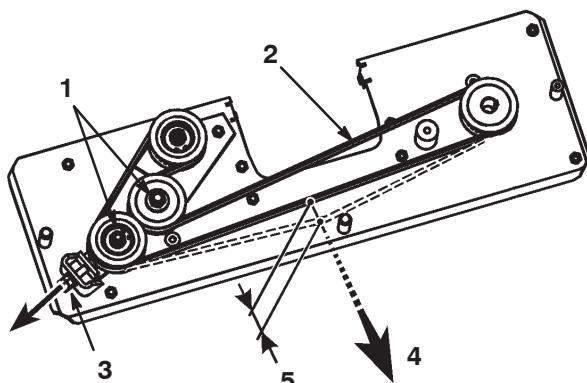

Bild 40
4. Lösen Sie die zwei Sechskantmuttern auf der Antriebsscheibe (Bild 40).
5. Stellen Sie die M10-Mutter so ein, dass sich der Riemen 5 mm mit einer Spannung von 30 N durchbiegt (Bild 40).